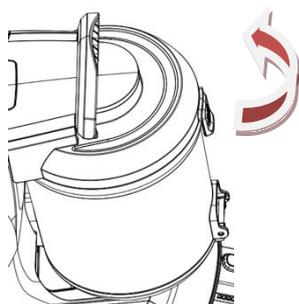

Fig.12
- 3) Comme sur la figure 12, tournez le filtre HEPA pour le séparer du couvercle.